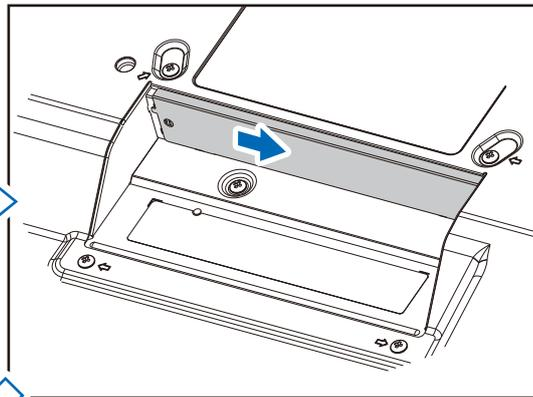
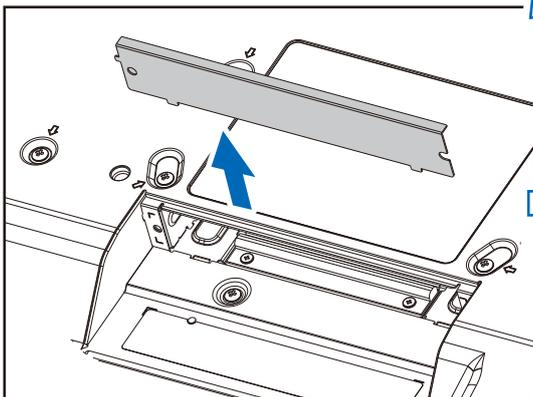

図 2
図 3
4. オプションボード用スロットのネジを外し(図1)、オプションスロットカバーを右にスライドさせ(図2)、上に持ち上げます(図3)。
2. 高さを決めたらスタンドに付属のネジでスタンドポールを2箇所固定します。スタンドポールは必ず2箇所を固定してください。(図2)